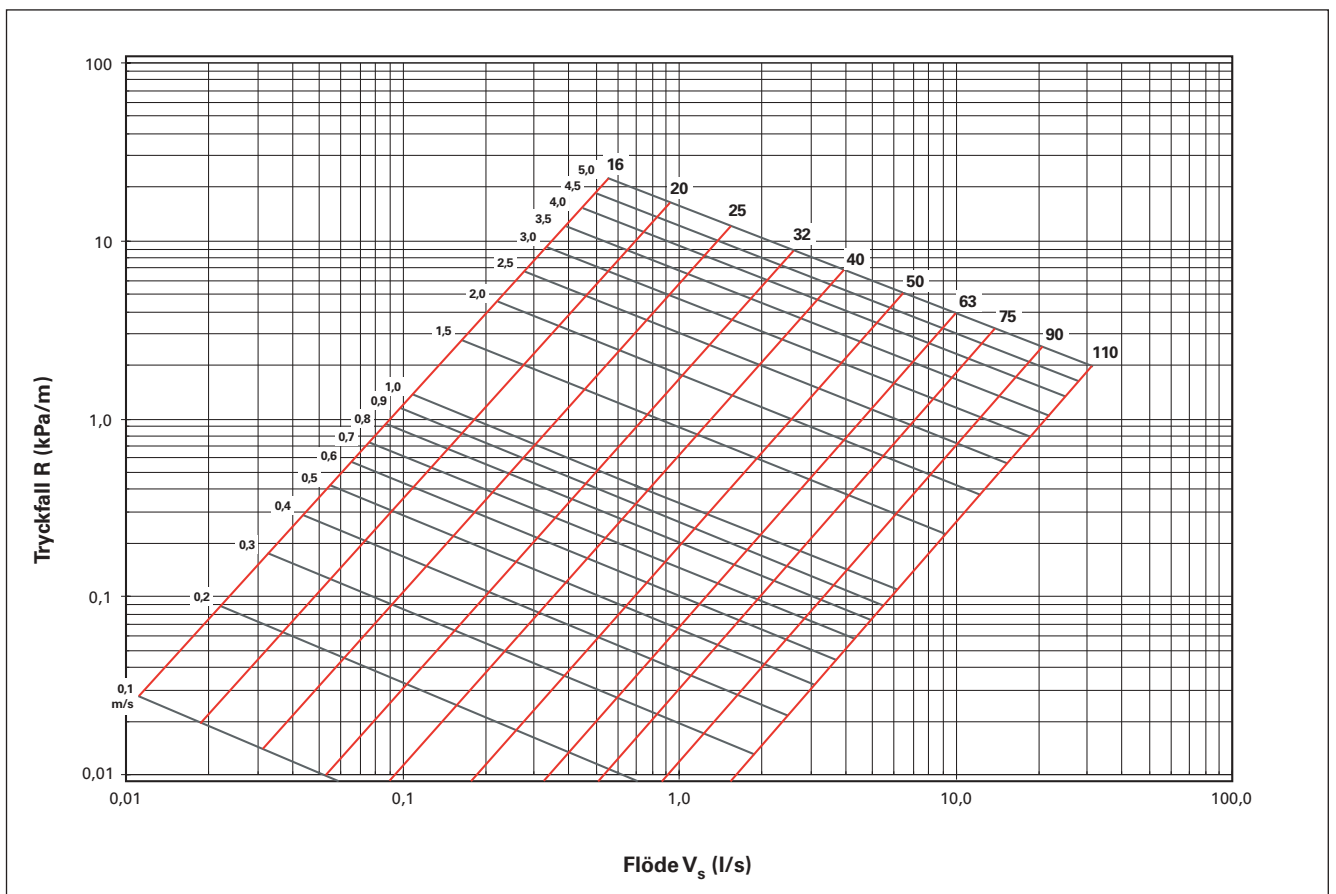

Bild 7.
Rörsystemet dimensioneras med hjälp av tabell 3 och bild 7. Enligt tabell 3 bestäms sannolikt flöde (q) på basis av summan av normflödena (Q) och den största vattenarmaturens normflöde (q_1). Det sannolika flödet är mindre än summan av normflödena eftersom sannolikheten för samtidig användning av flera vattenarmaturer har tagits med i beräkningen. I tabell 3 anges också flödes hastighet och tryckfall per meter för olika rördimensioner vid olika sannolika flöden. Tabell 2 visar en jämförelse mellan UNIPIPE-rör och kopparrör med avseende på flödes hastighet och tryckfall vid olika normalflöden.
Värmekretsarna och deras flöden bestäms på basis av beräknade effektbehov för uppvärmning och valda tilllopps- och returvattentemperaturer. Rördimensioner och olika kretsars tryckfall bestäms utgående från effektbehoven och flödena med hjälp av tabell 5 och bild 7. För beräkning av tryckfall i olika kopplingsdetaljer används koefficienterna för engångsmotstånd i tabell 4. Tabell 6 visar dimensionsjämförelser mellan UNIPIPE-rör och stålrör samt UNIPIPE-rör och kopparrör.
Kylkretsarna och deras vattenströmmar fastställs på basis av effektbehovet för kylning och valda tilllopps- och returvattemperaturer. Rördimensioner och tryckfall i kretsarna bestäms utgående från vattenströmmarna och med hjälp av bild 7. För beräkning av tryckfall i olika kopplingsdetaljer används